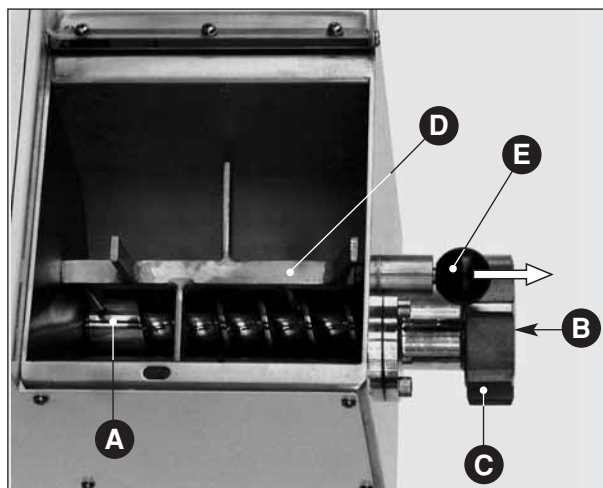

Fig. 1
Fig. 1 bis
- posizionare il selezionatore su "0" (Fig. 2 C), verificare il corretto montaggio della coclea (Fig. 1 A) osservando che la parte cilindrica sia appoggiata all'albero di trascinamento;
- accertarsi inoltre che il tappo in plastica (Fig. 1 B) sostitutivo della trafila sia ben posizionato e la ghiera (Fig. 1 C) ben chiusa;
- infine bloccare sicuramente il mescolatore (**Fig. 1 D**) nella sua sede mediante il pomello di testa (**Fig. 1 E**) o avvitare il supporto mobile nella TR 75/E (**Fig. 1 bis** vedi pag. 7).